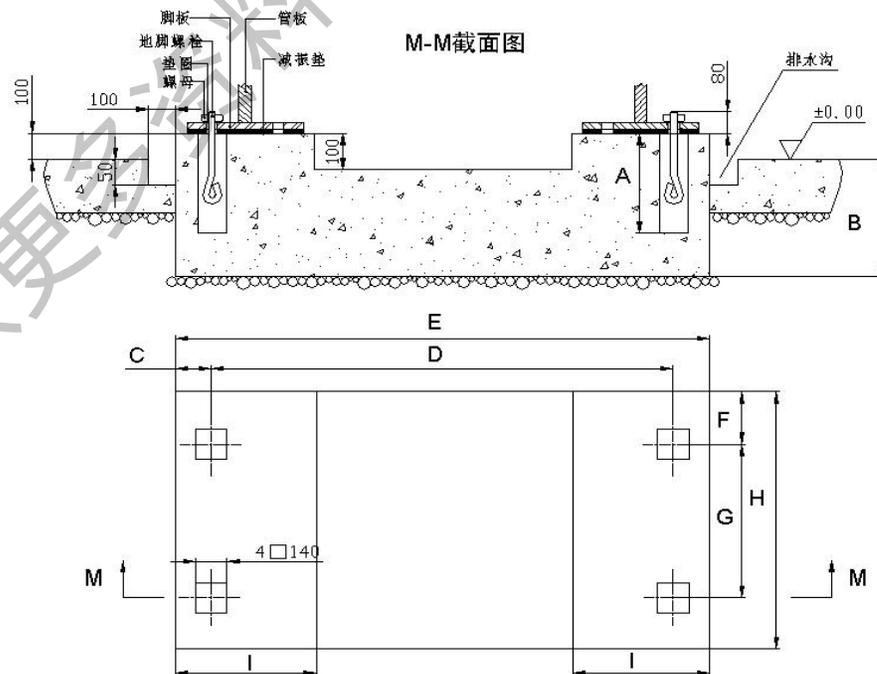

图 14
基础尺寸请详细参照基础图进行施工。如图14，表7
- 4.建造混凝土基础时，应在基础周围建一条排水沟（如图 14 所示），便于排水；基础的边缘应平滑。